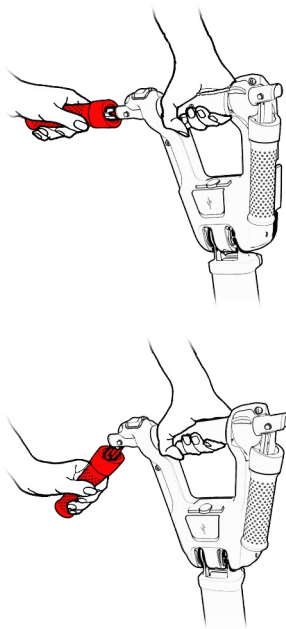

Figura 37
2. Doble hacia abajo ambos lados del manillar (vea la Figura 37).